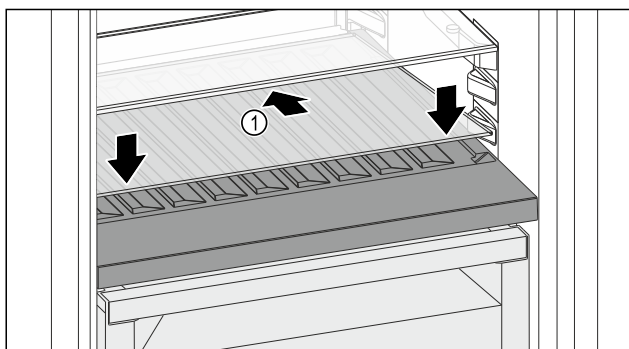

Fig. 115
- Вставьте стеклянную пластину Fig. 115 (1) наискосок и с уклоном назад вниз.
- Опустите стеклянную пластину Fig. 115 (1) спереди.